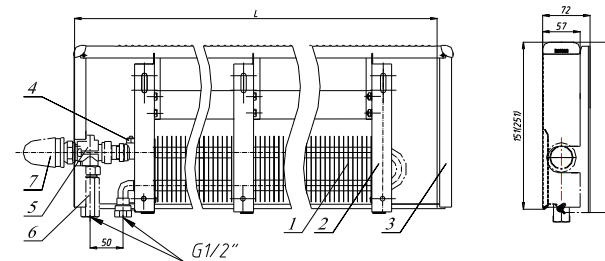

Рис. 1. Конвектор «Изотерм-М» настенный концевой РКНН-М 21 104...225 Т2 с нижним правосторонним подключением.
4.1. Конвектор состоит из следующих основных частей (см. рис.1):
4.5. Размеры изделий представлены на Рис. 1, 2, 3 и в Табл.1.